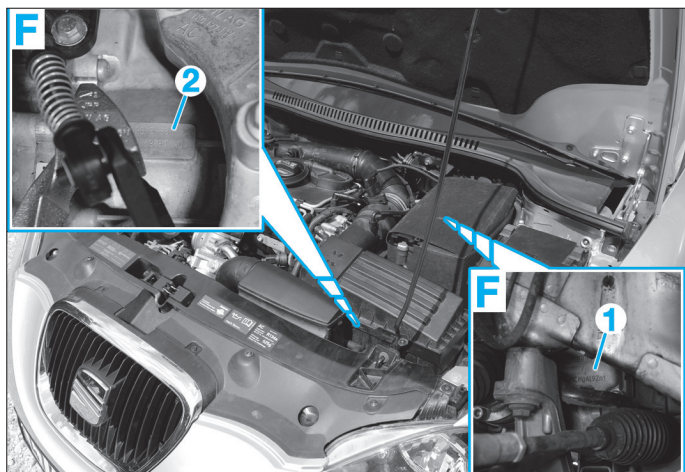

Fig. 5
Lettres-repères et date de fabrication (1) (Fig.5).